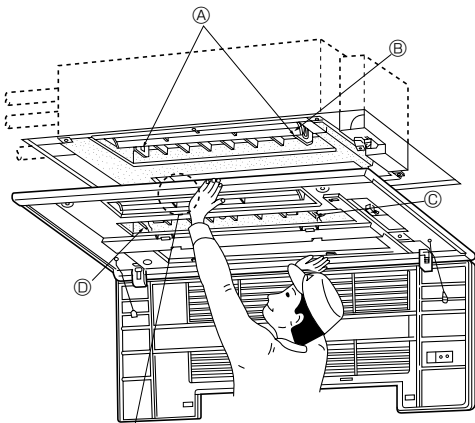

Abb. 5-4
5.3. Anbringung des Gitters (Abb. 5-4)